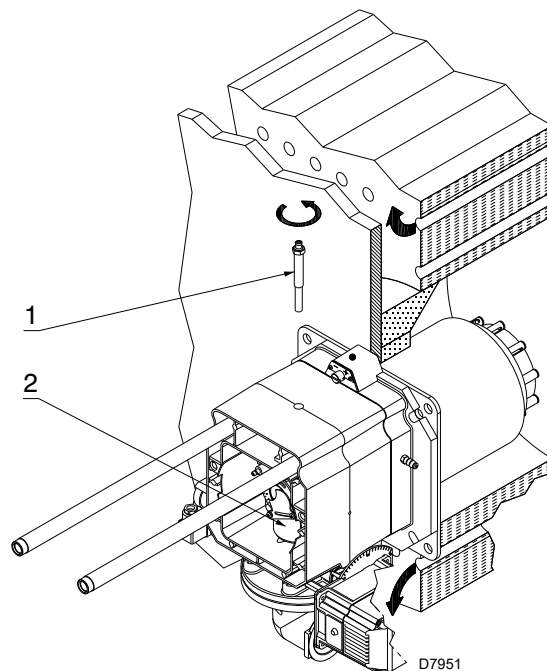

Рис. 14
- снять винт 1)(Рис. 14);
- вынуть внутреннюю часть 2)(Рис. 14) головки и выполнить их настройку.
На этом этапе монтажа головка горения закрепляется на котле, как показано на Рис. 14.